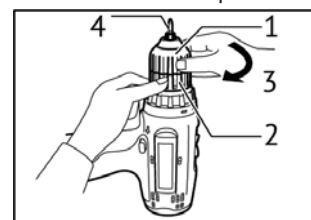

рис.2
- удерживая заднюю часть патрона (рис.2 поз.2) одной рукой, другой вращать переднюю часть патрона (рис.2 поз.1) против часовой стрелки до разведения кулачков патрона (рис.2 поз.4) на расстояние, необходимое для установки рабочего инструмента;
- удерживая заднюю часть патрона (рис.2
поз.2) одной рукой, другой вращать переднюю часть патрона (рис.2 поз.1) по часовой стрелке до фиксации рабочего инструмента кулачками патрона;